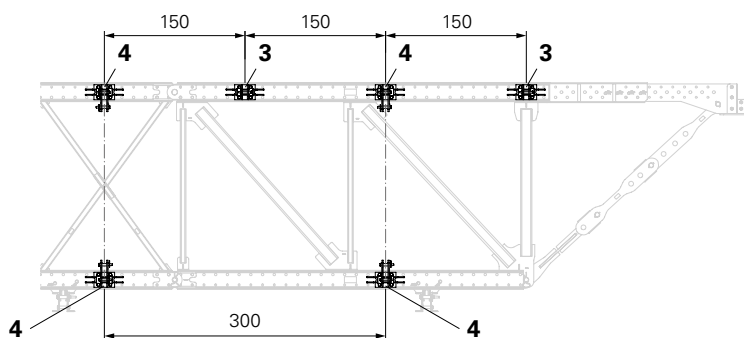

Fig. A2.02
1. Posizionare l'attacco di impalcatura (3) direttamente al di sopra del primo puntone verticale.
- (Fig. A2.02 + A2.03)